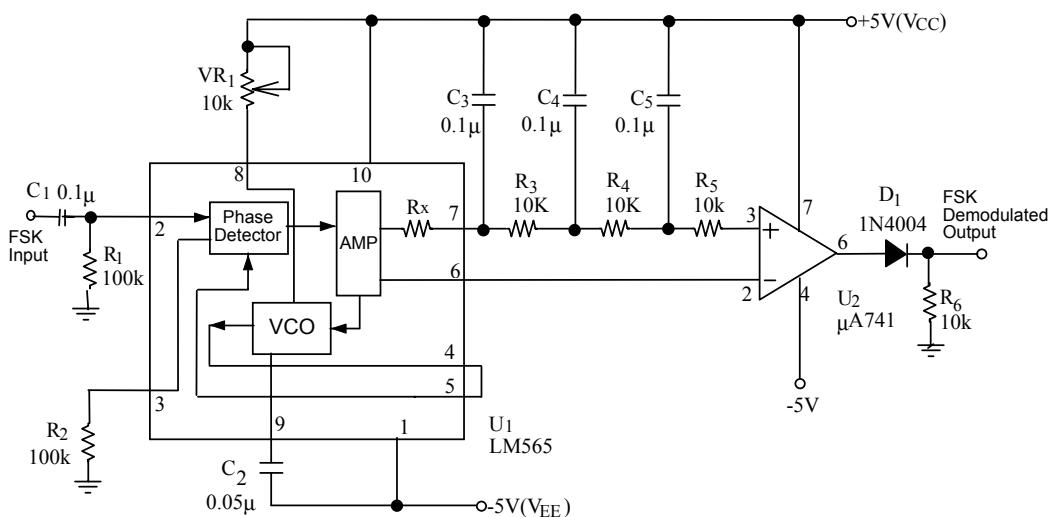

Fig. 14-2 FSK demodülatörü.
Bu deneyde, Fig. 14-2'de gösterildiği gibi bir FSK demodülatörünü gerçekleştirmek için LM565 PLL yapısını kullanmaktadır. LM565 PLL, faz detektörü, VCO ve 500kHz'in altında çalışan bir kuvvetlendirici içermektedir. Faz detektörü, çift dengeli modülatör olarak çalışmaktadır. VCO, bir integrator-Schmitt devresidir. +5V ve -5V beslemeler sırası ile V_{cc} (pin 10) ve V_{ee} (pin 1)'ye uygulanır. FSK işaret, faz detektörünün girişine uygulanır. Deneyimizde frekans çarpıcı gereksiz olduğundan dolayı, 4. ve 5. pinler birbirine bağlanır. Referans çıkış(pin 6), U2 karşılaştırıcısına referans gerilimi sağlar.
Girişte işaret olmadığı zaman, VCO'nun çıkış frekansına serbest çalışma frekansı f_o adı verilir. Fig. 14-2 devresinde, LM565'in serbest çalışma frekansı VR_1 ve C_2 zamanlama elemanları ile belirlenir ve aşağıdaki gibi bulunur;
1. Fig. 14-2'deki LM565 devresinde bulunan VCO'nun serbest çalışma frekansını hangi elemanlar belirlemektedir?
2. Fig. 14-2'deki μ A741'in kullanım amacı nedir?